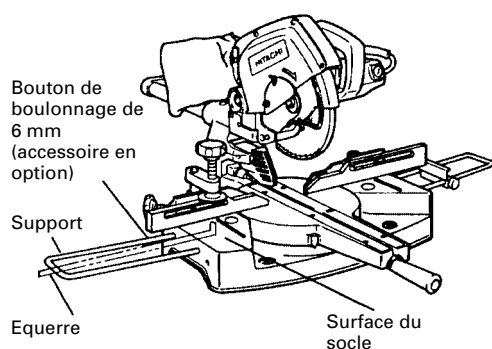

Fig. 12
- (1) Comme indiqué à la Fig. 12, utiliser une équerre en acier pour aligner le bord supérieur des supports sur la surface du socle.
- (2) Après l'alignement, fixer les supports avec les boutons de boulonnage de 6 mm (accessoires en option).